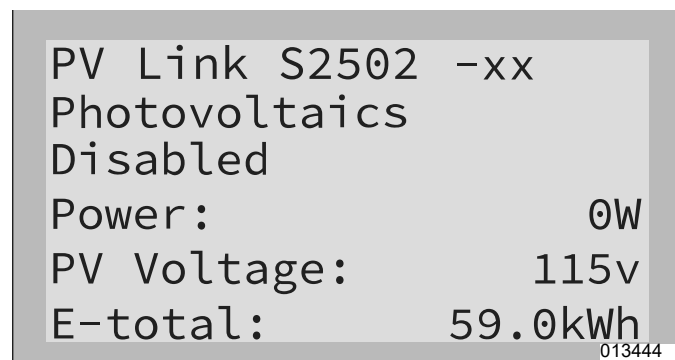
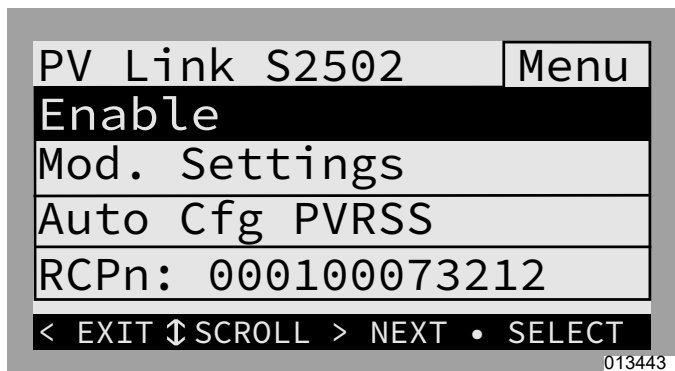
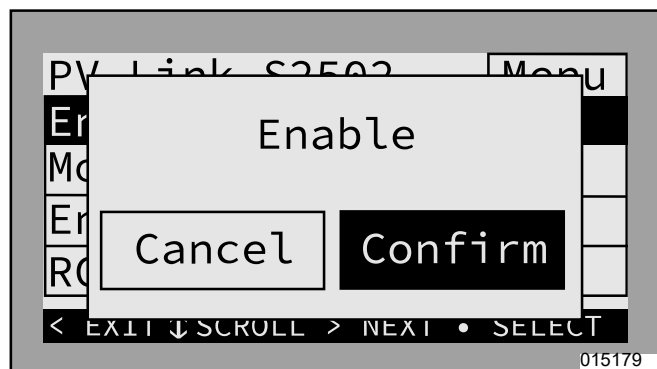

Figura 7-10. Activación de dispositivos REbus (1 de 3)
Figura 7-11. Activación de dispositivos REbus (2 de 3)
Figura 7-12. Activación de dispositivos REbus (3 de 3)
10. Una vez que el inversor está activado y en estado "grid connected" (conectado con la red), desplácese hacia la derecha y active cada PV Link y batería PWRcell, repitiendo el proceso recién realizado para el inversor. Consulte la Figura 7-10, la Figura 7-11 y la Figura 7-12. Además, consulte la sección Configuración de los dispositivos REbus y activación de los dispositivos REbus para obtener más información.